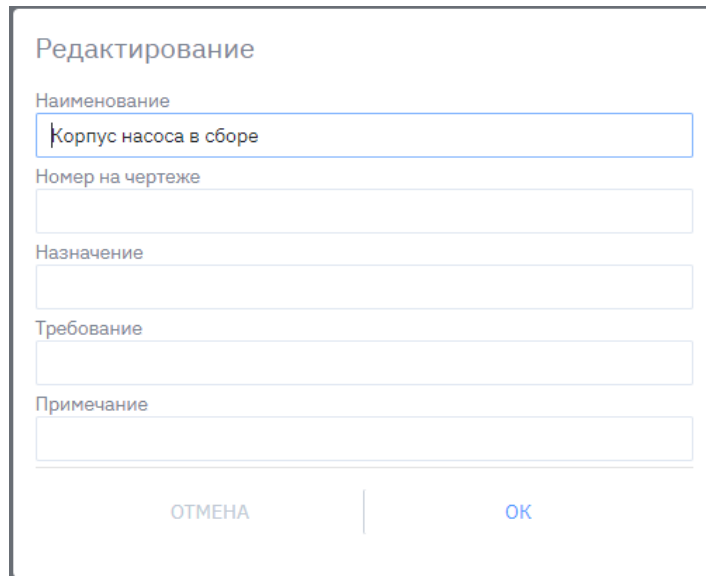

Рисунок 29. Редактирование информации о детали или узле
- редактировать информацию о детали или узле (✎), см. рис. 29.